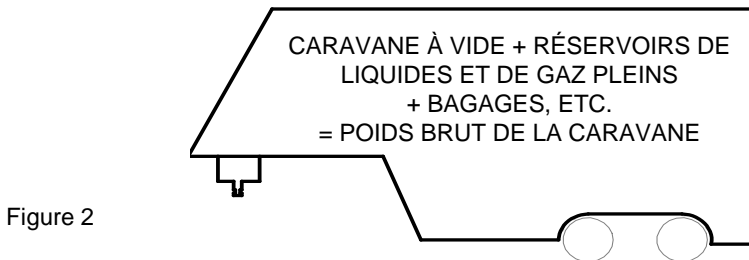

Figure 2
- La capacité de charge du véhicule spécifiée par le fabricant doit être égale ou supérieure au poids brut de la caravane (poids à vide de la caravane plus sa charge utile). (Figure 2)
Poids brut de la caravane (Figure 2) : _____.